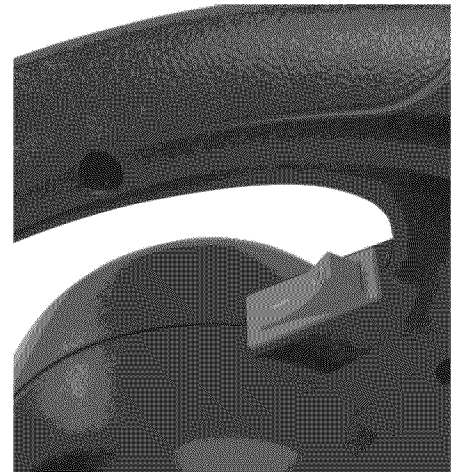

Figure 6 - Position de l'interrupteur
L'interrupteur à bascule comporte deux positions : hors tension et sous tension. La position arrière de l'interrupteur, « I », correspond à « sous tension ». La position avant, « O », correspond à « hors tension » (voir la Figure 6).
1. Tenez la souffleur au moyen de la poignée du boîtier (voir la Figure 6).